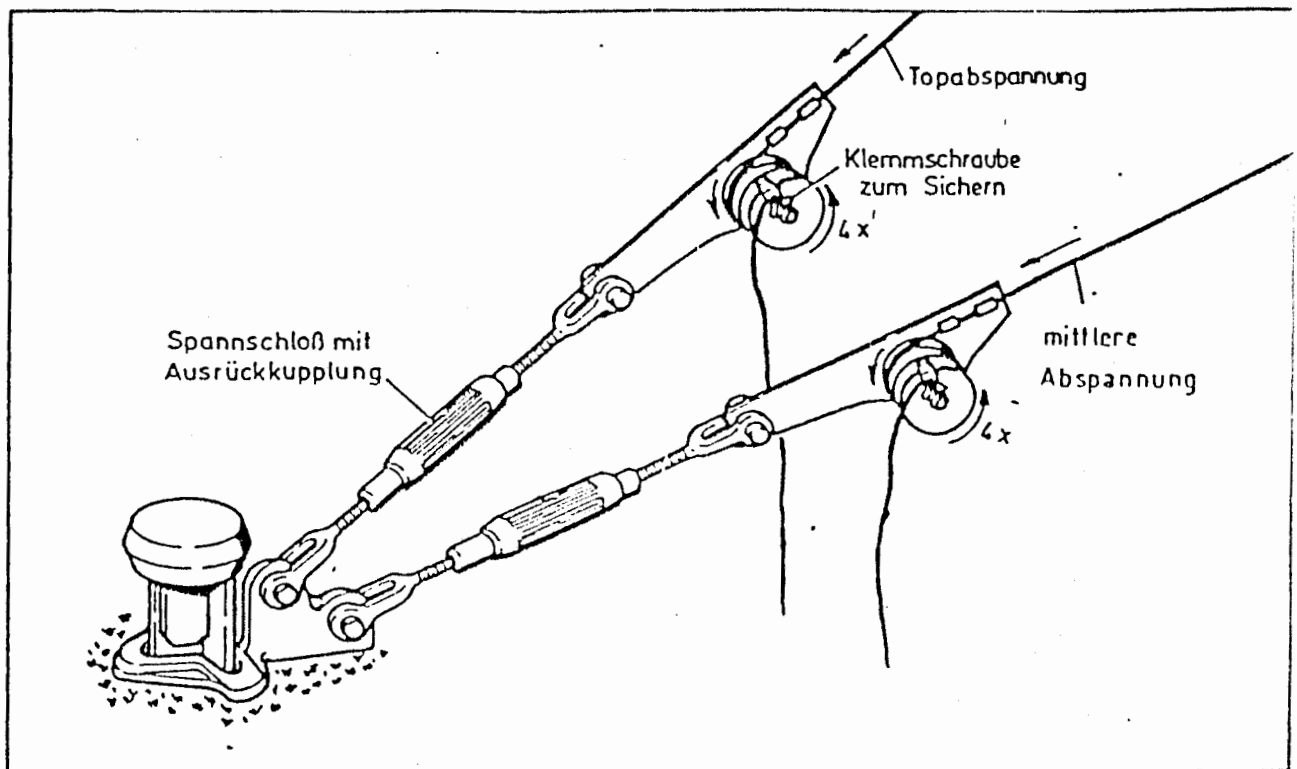

Fig. 6
- (9) Udskyd de 2 første mastesektioner og spænd som vist på fig. 6 (midterste bardunering)